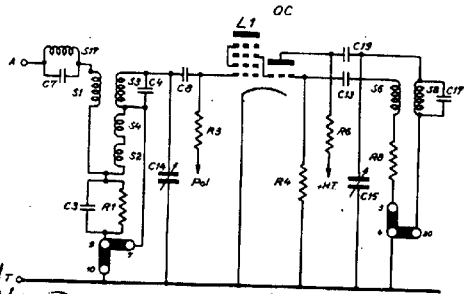

Fig. 1
**GAMME OC (fig.1)****Circuit d'accord**